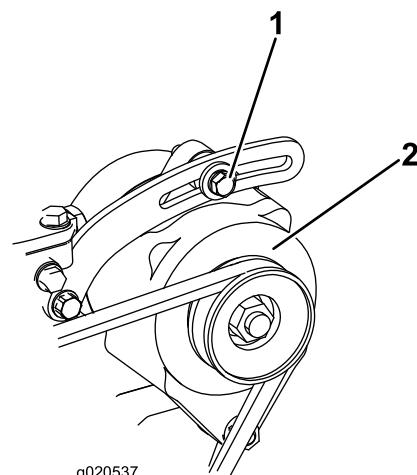

Рисунок 144
- Если прогиб не равен 10 мм, ослабьте болты крепления генератора (Рисунок 144).